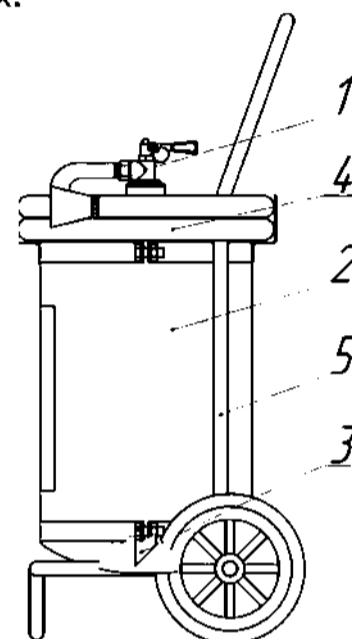

Рис.2
4.1 Конструкция огнетушителя на рис. 2. Огнетушитель состоит из корпуса 2, в горловину которого ввернуто ЗПУ 1 с сифонной трубкой 3. К выходному отверстию ЗПУ огнетушителя подсоединяется гибкий шланг 4.